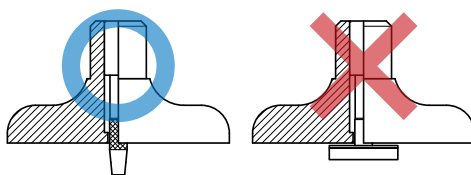

Fig. 2
5. Use un punto de contacto con un diámetro menor que el diámetro del orificio base. (**Fig. 2**)